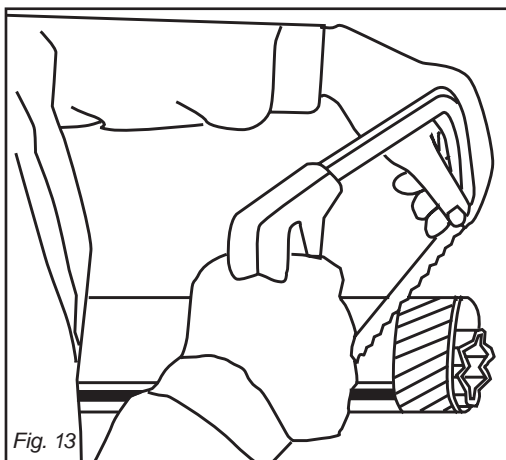
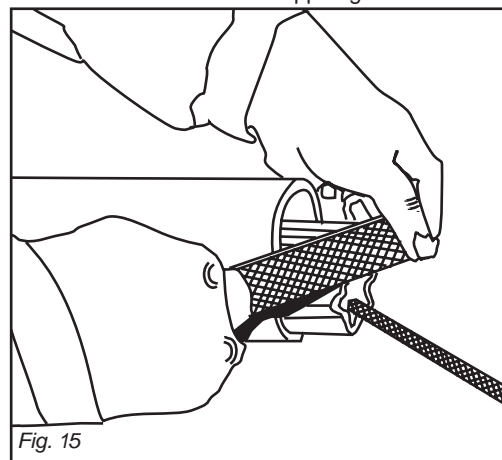
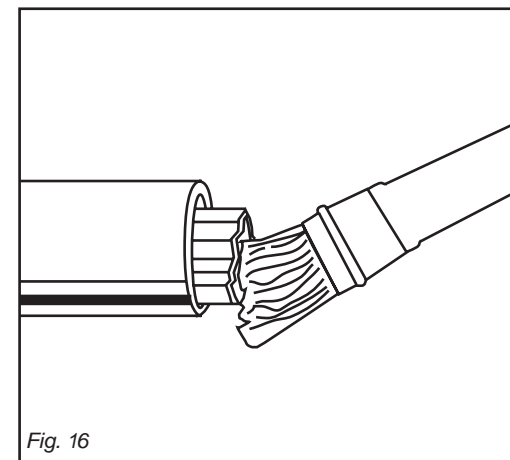

Fig. 13
Fig. 15
Fig. 16
- Shorten the sliding tubes by the same extent (Fig. 13 and 14), deburr and trim (Fig. 15), then grease the inside of the outer tube (Fig. 16).
- Die Gleitrohre um die gleiche Länge (Abb. 13 und 14) kürzen, sie abgraten und reinigen (Abb. 15) und das Innere des Außenrohrs schmieren (Abb. 16).
- Raccourcir les tubes coulissant de la même longueur (Fig. 13 et 14), ébavurer et nettoyer (Fig. 15) puis graisser l'intérieur du tube extérieur (Fig. 16).
- Acortar los tubos corredizos en modo uniforme (Fig. 13 y 14), quitar las rebabas y limpiar (Fig. 15) y engrasar dentro del tubo externo (Fig. 16).